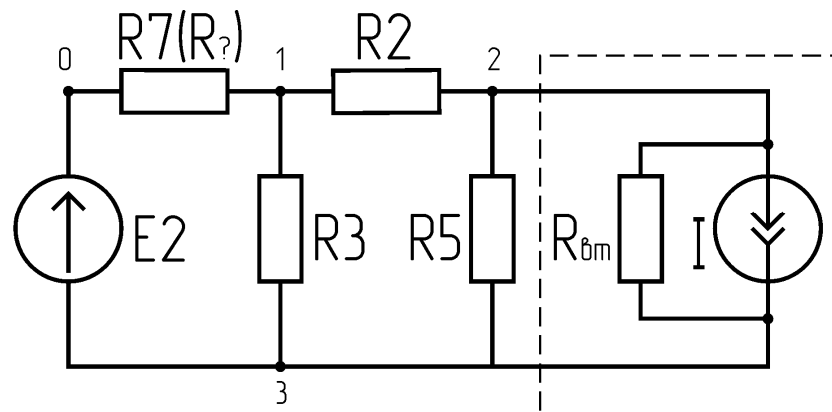

Рис.15
6. Собрать цепь по схеме рис.15, установив $E_2=10$ В. Измерить напряжения U_{01} , U_{12} , U_{13} , U_{23} . Результаты измерений записать в отчет.
4. Используя метод узловых напряжений, рассчитать напряжения U_{13} и U_{23} для цепи рис.15. Определить токи в ветвях и записать их значения в табл. 6. Сравнить результаты расчетов с результатами, полученными по экспериментальным данным.